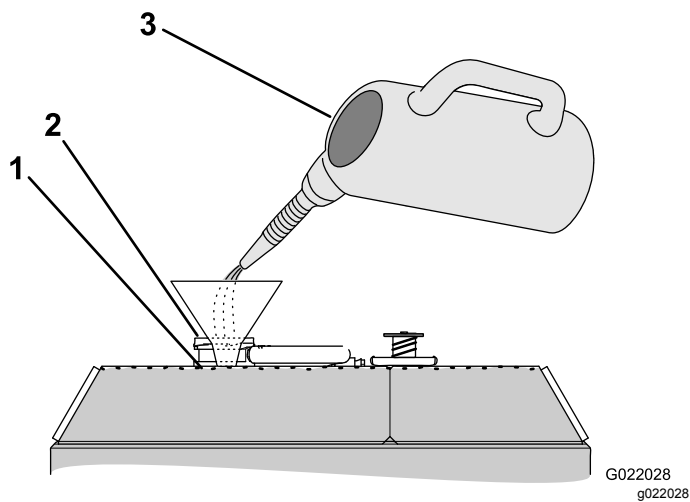

Bild 116
- 4. Füllen Sie den Kühler mit Kühlmittel, bis der Stand an der Unterkante des Füllstutzens liegt (Bild 116).